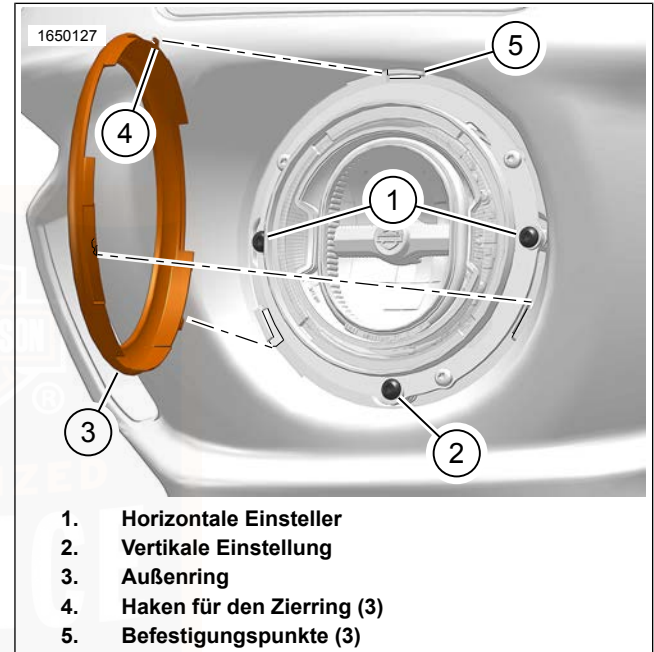

Abbildung 82. Scheinwerfereinstellschrauben: FXLRST
1. Siehe Abbildung 82. Den Trimmring (3) gegen den Uhrzeigersinn drehen, um die Haken des Trimmrings (4) von den Andockpunkten (5) zu lösen und zu entfernen.
2. Die horizontale Einstellschraube (1) drehen. Den Scheinwerfer horizontal ausrichten, bis der Lichtstrahl gerade nach vorne zeigt.
3. Die vertikale Einstellschraube (2) drehen. Den Scheinwerfer vertikal so weit neigen, bis der Strahl auf der Mitte der horizontalen Linie liegt.
- a. Die Haken des Zierrings (4) mit den Befestigungspunkten (5) ausrichten.
- b. Den Trimmring (3) im Uhrzeigersinn in Position drehen.